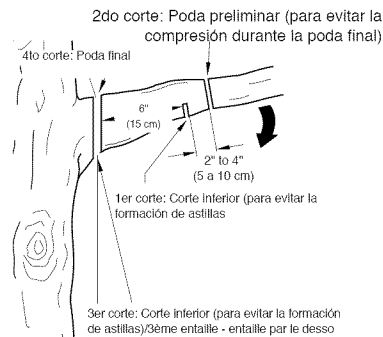

Figura 11 - Poda de una rama
- Haga el primer corte a quince centímetros del tronco del árbol, del lado inferior de la rama. Utilice el lado superior de la barra de guía para realizar este corte. Atraviese la rama hasta llegar a 1/3 de su diámetro. (vea la Figura 11).